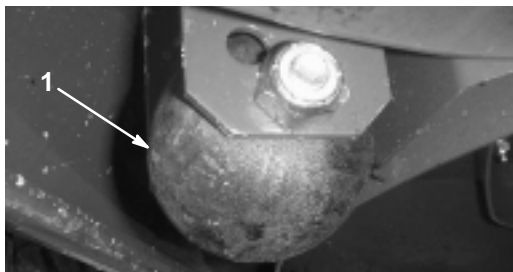

Bild 19
1. Entfernen Sie die Kopschraube und Mutter, mit denen das Abstandsrad an den Mähwerkbügeln befestigt wird (Bild 19).